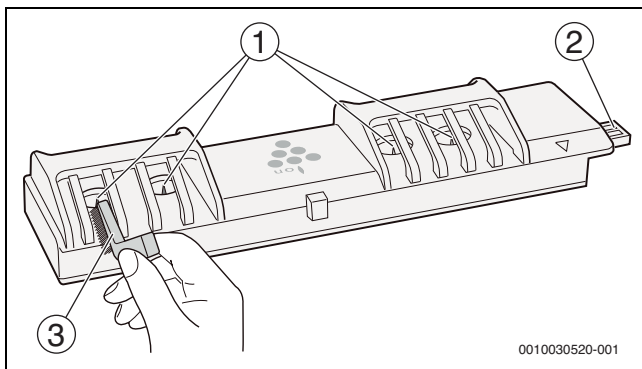

Bild 30
- ▶ Använd PCI-borsten (→ bild 30) eller rengöringspinnen (säljs separat) för att rengöra ytan runt PCI-elektroden från damm.